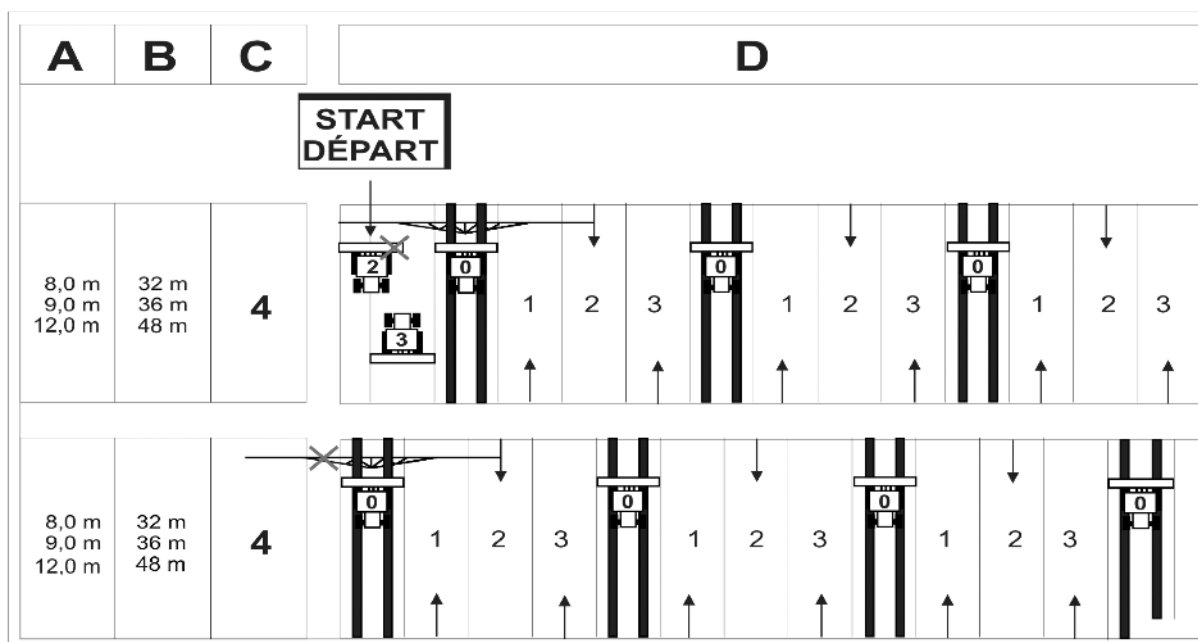

Fig. 45
2. Fjern bolten (Fig. 45/1), der er sikret med en fjedersplit (Fig. 45/2).
2. fastgør med bolt (Fig. 45/1) og sørg for at sikre med fjedersplit (Fig. 45/2).